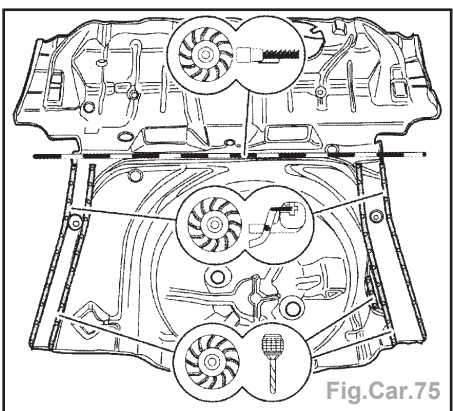

Fig.Car.75
- Faire une coupe avec une scie alternative sur la zone indiquée (Fig.Car.75).